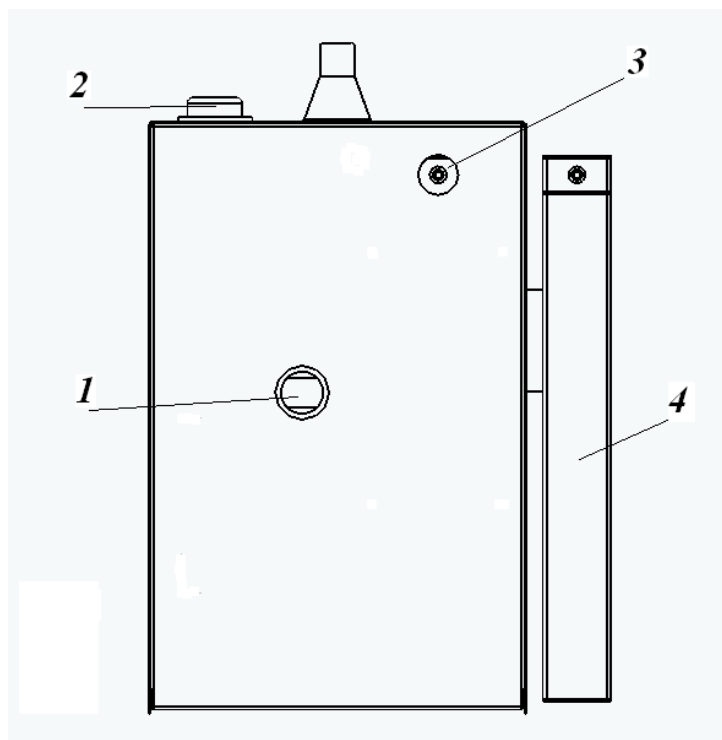

Рис. 4 Лига-31 (вид сзади)
8.1 Через каждые 250-300 часов работы, но не реже одного раза в год следует провести замену электролита, при этом необходимо выработать весь запас воды до срабатывания датчика уровня. При смене электролита следует вывинтить пробку 1(рис.4) из сливного отверстия. Завернуть вместо пробки сливное устройство и поставить электролизёр вертикально сливным отверстием вниз. Затем нужно вывинтить пробку из заливной горловины 2(рис.4) и вылить электролит из электролизера. Залить (см. п.7.7) и вылить из электролизера один, два раза **дистиллированную** воду (прополоскать). Затем через заливную горловину 2(Рис.4) с помощью **чистой** воронки залить в электролизер 1000-1500мл. свежего электролита. Как только электролит покажется в заливной горловине заправка прекращается.